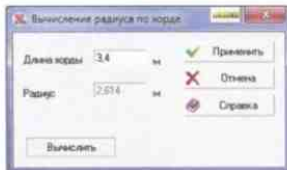

Рис. 5.6-3. Диалоговое окно **Вычисление радиуса по хорде**
- ввести длину хорды в соответствующем поле ввода этого окна (рис. 5.6-3) и нажать кнопку **Вычислить** (вычисленное значение радиуса поверхности вращения будет показано в информационном окне **Радиус**);